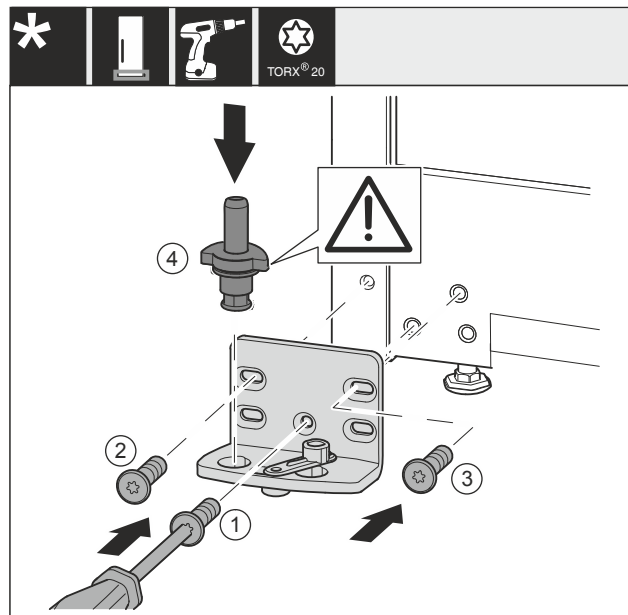

Fig. 24
- Vendosni bazamentin mbështetës në anën tjetër dhe mbërthejeni me ndihmën e një kaçavidë. Filloni me Fig. 24 (1) poshtë në mes.
- Mbërtheni fort vidën Fig. 24 (2) dhe Fig. 24 (3).
- Vendosni komplet në vend bulonin e rrotullimit Fig. 24 (4). Këtu bëni kujdes që gunga ndaluese të jetë e kthyer nga poshtë.